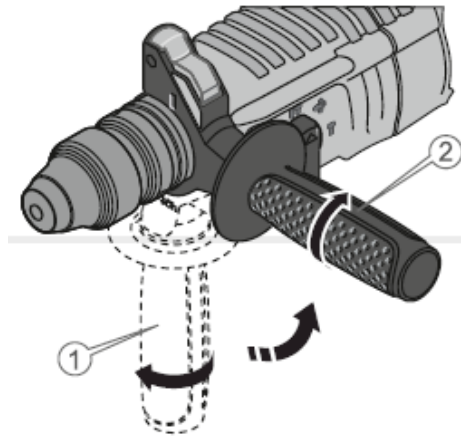

Рисунок 2. Схема встановлення та налаштування допоміжного руків'я.
2) Встановити (1, рис. 2) на перфораторі допоміжне руків'я (12, рис. 1) в таке положення, яке буде забезпечувати зручність під час роботи, та надійно закріпити обертанням руків'я (2, рис. 2).